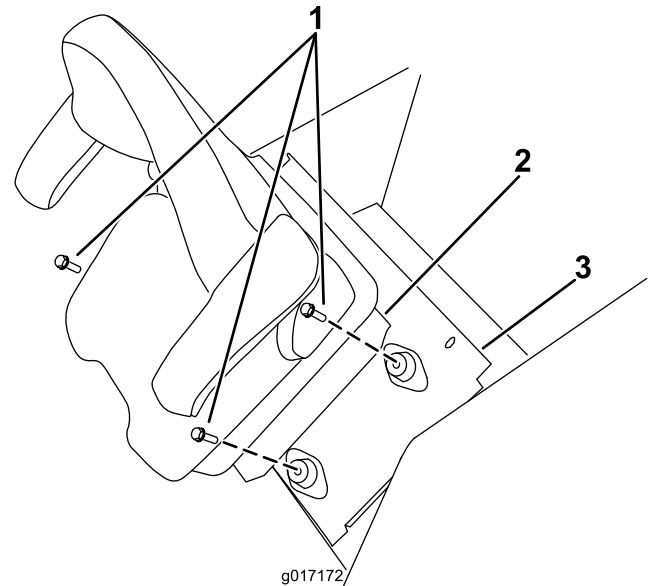

図 2
6. シート・ベースをシートマウントおよびシートプレートに固定している締結具を取り外す。シートとシートベースを機体から取り外す (図 2)。